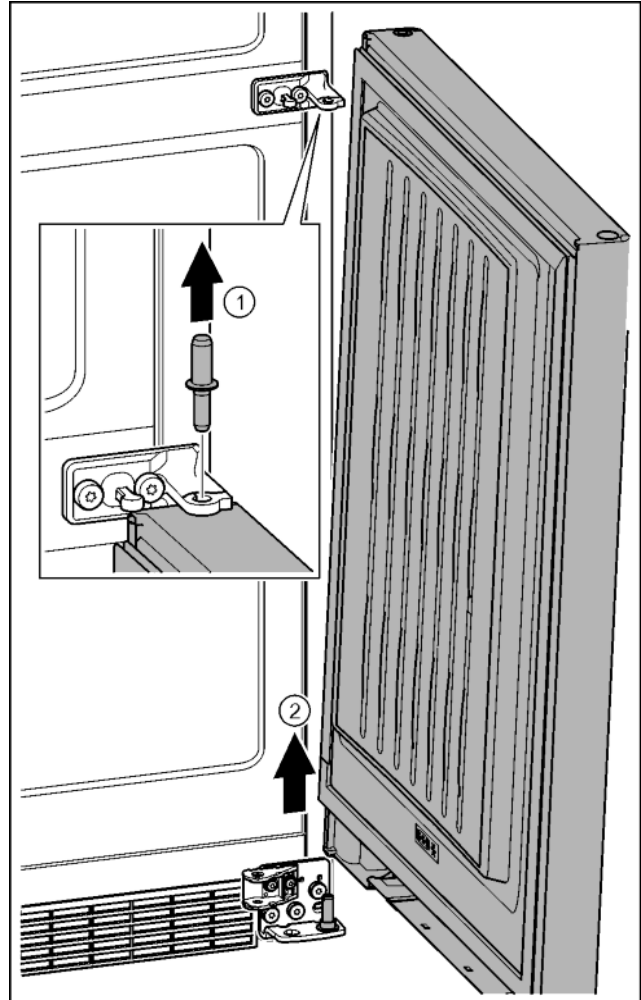

Fig. 22
- ▶ Felfelé húzza ki a csapszeget. Fig. 22 (1)
- ▶ Az ajtót fordítsa ki, húzza fel, és tegye félre. Fig. 22 (2)